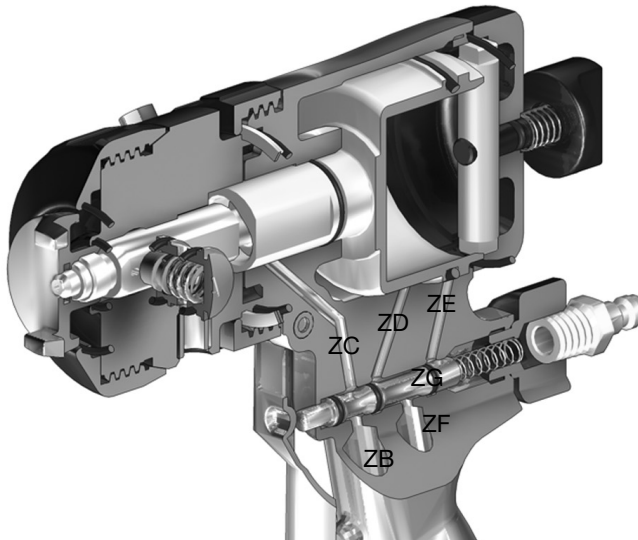

FIG. 1 Passages de la poignée du pistolet
2. Si nécessaire, nettoyez les passages dans le récipient à liquide et la poignée à l'aide de mèches. Reportez-vous au **TABLEAU 1** et à la **FIG. 1** pour le diamètre et l'emplacement des passages.